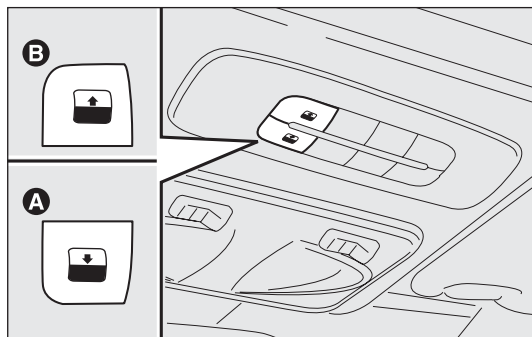

рис. 76
Крыша может быть открыта только при ключе зажигания в положении MAR. Кнопки А-В – рис. 76 на специальной панели около переднего плафона управляют функциями открытия/закрытия открывающейся крыши.
Нажмите и держите нажатой кнопку В – рис. 76, передняя стеклянная панель придет в положение, напоминающее положение спойлера; еще раз нажмите кнопку В в течение более полсекунды, при этом начнется автоматическое движение стекла крыши до упора. Стекло крыши можно остановить в промежуточном положении повторным нажатием на кнопку.
В положении полного открытия люка нажмите кнопку А – рис. 76; если удерживать ее нажатой в течение более полсекунды, переднее стекло автоматически придет в положение, напоминающее положение спойлера. При повторном нажатии на кнопку стекло крыши остановится в промежуточном положении. Еще раз нажмите и держите нажатой кнопку А до полного закрытия панели.
- нажмите кнопку А – рис. 76 в положение закрытия;